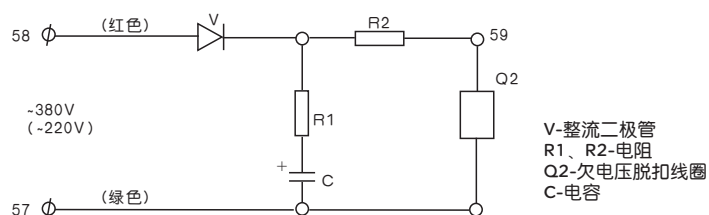

图9 欠电压延时脱扣器原理图
□ 欠电压延时脱扣器它采用阻容放电原理(见图9),由电阻、电容、硅二极管组成半波整流,当网络电压为正常值时(85%-110%) $U_e$ ,经过整流后电源一方面对电容C充电,另一方面给欠电压线圈正常吸合电压,当电源电压为70% $U_e$ -35% $U_e$ 时,电容C对线圈放电,使欠电压线圈在给定的时间内吸合,以保证欠电压脱扣器延时时将断路器断开。这种欠电压延时脱扣器为不可调试。